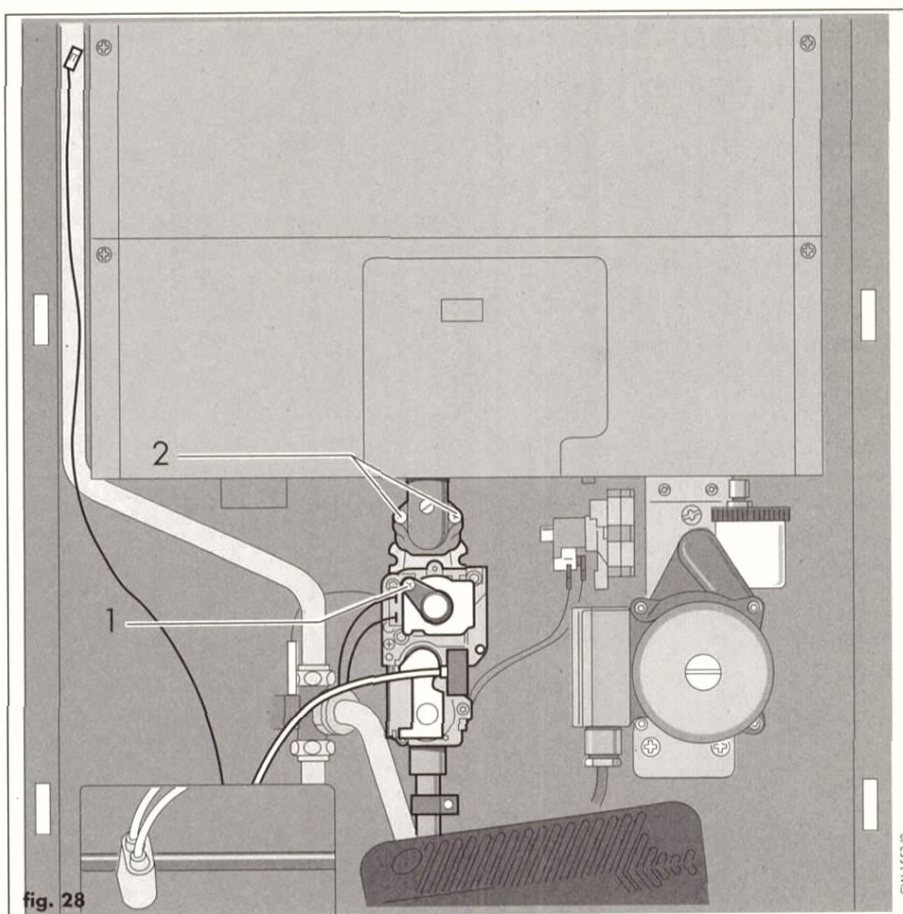
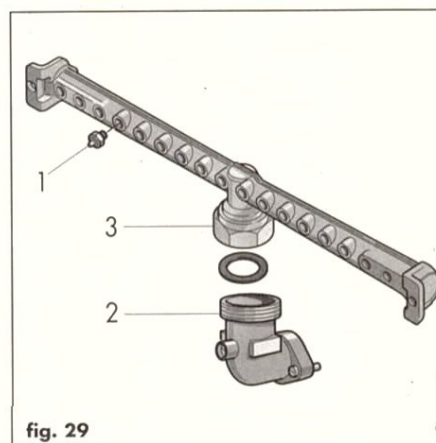
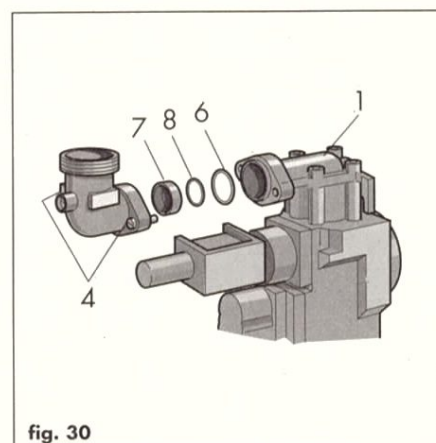

fig. 28
fig. 29
fig. 30
- Sostituire gli ugelli del bruciatore (1, fig. 29) con quelli del nuovo tipo di gas.
- Togliere la vite (1, fig. 28) e rimuovere la copertura in plastica.
- Staccare i cavetti dell'alimentazione elettrica dall'operatore (3, fig. 29) e dal magnete di modulazione (4, fig. 30).
- Togliere le viti (2, fig. 28) ed estrarre l'operatore gas con il magnete (1, fig. 30).
- Sistemare come evidenziato in fig. 30, l'O-ring (8), il pre-ugello (7) e la guarnizione (6) nella esatta sequenza.